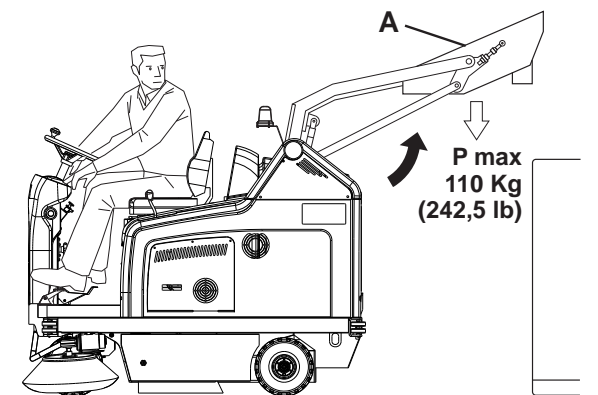

Figure 1
3. Tenir les personnes à distance de la machine, en particulier de l'endroit du conteneur déchets (4).
4. Appuyer en même temps sur l'interrupteur de confirmation (51) et sur l'interrupteur de soulèvement (57), en soulevant le conteneur déchets (A, Fig. 1) à la hauteur désirée.
Le basculement du conteneur déchets (A, Fig. 1) n'est possible qu'après avoir soulevé le conteneur à une hauteur minimum de 270 mm.